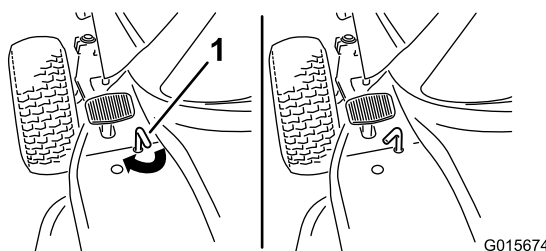

Bild 6
- Maschinen mit einem Feststellbremshebel: Drehen Sie den Feststellbremshebel (Bild 6)